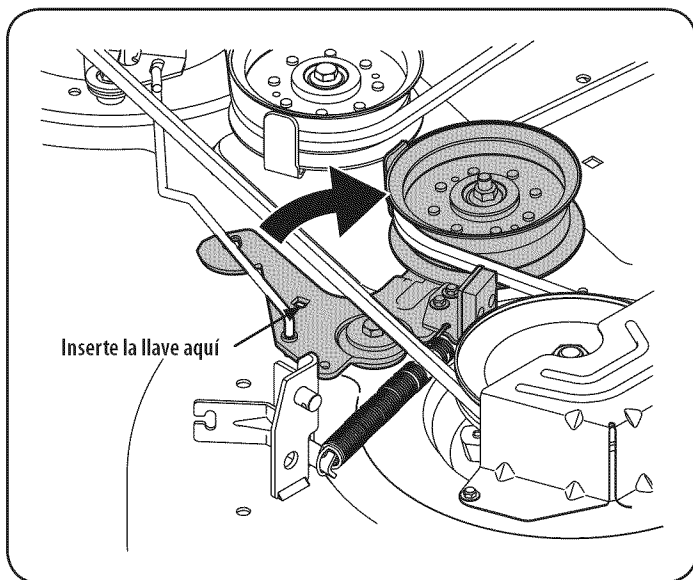

Figura 23
- Coloque un bloque de madera entre el deflector del alojamiento de la plataforma y la cuchilla de corte para que actúe como estabilizador. Vea la Figura 23.